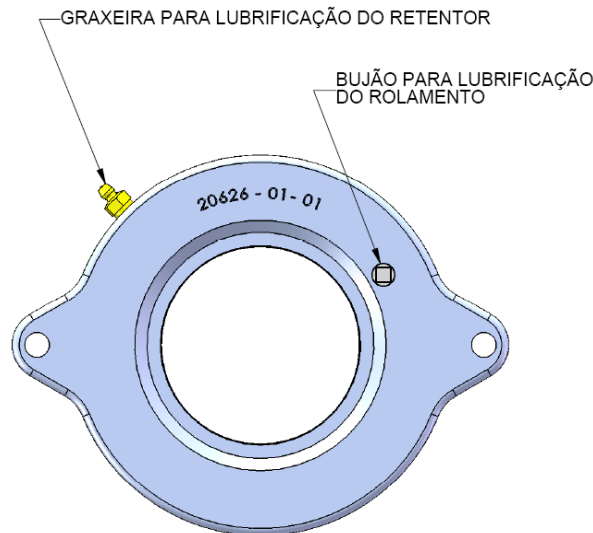

Figura 9 – Tampa do rolamento dianteiro (vista frontal)
5.7. Lubrificação (Retentores): O interior da tampa de rolamento dianteiro (17) é suprido através de uma graxeira instalada na posição de aproximadamente 45° no diâmetro externo desta tampa (Figura 9). Este foi designado para criar uma barreira de graxa entre o retentor e o rolamento dianteiro (21) que deverá ser lavado ao menos 1 vez por semana e depois engraxado novamente com 5 bombeadas de graxa. A graxa recomendada na maioria destes casos será a de grau NL GI 2 (graxa de uso geral) ou outra graxa resistente à água.